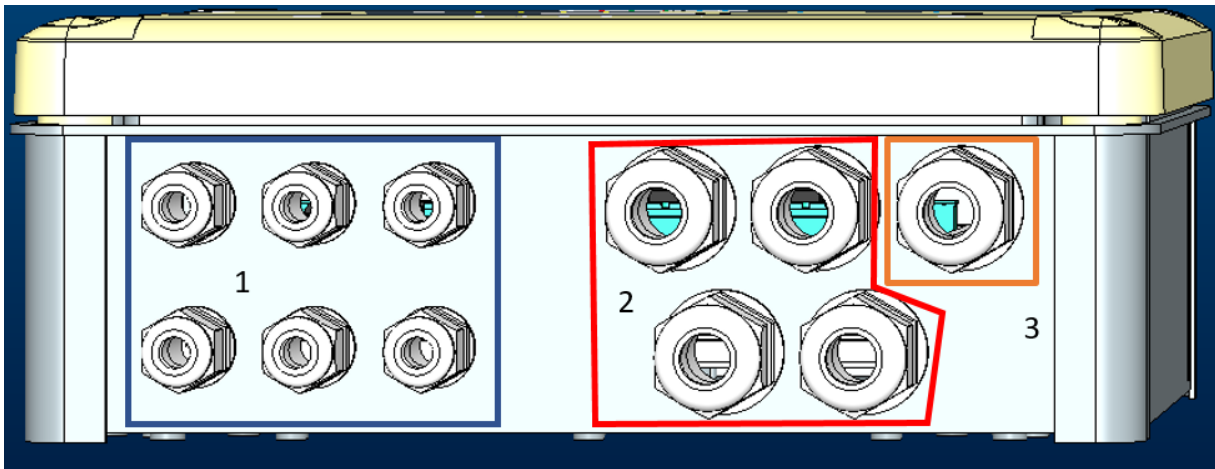

Figura 1: Immagine Frontale pressacavi
1. Inserire cavo nel pressacavo indicato nella Figura 1, cerchiato di arancione (Pressacavo 3)
A seconda dell'applicazione l'utente può effettuare altri collegamenti elettrici, vedi Figura 1.